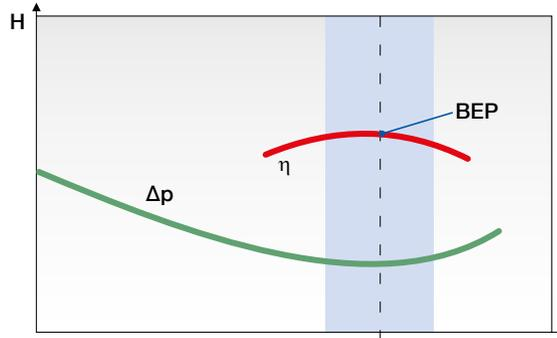

Bild 9. Einfluß der Lage des Betriebspunktes auf die Druckpulsation
b) Die Höhe der Druckpulsation wird auch durch die Lage des Betriebspunktes zum Punkt des besten Wirkungsgrades beeinflusst. Bild 9 zeigt, dass die niedrigste Pulsation erreicht wird, wenn der Arbeitspunkt nahe am und links vom Bestwert liegt.